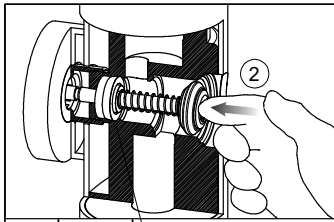

Fig. 19
**Assemblaggio del nuovo deviatore (Fig. 19/24)**
**Assembly of new diverter (Fig. 19/24)**
**Assemblage du nouveau inverseur (Fig. 19/24)**
**Zusammenbau der neuen Umstellung (Fig. 19/24)**
**Montaje del nuevo desviador (Fig. 19/24)**